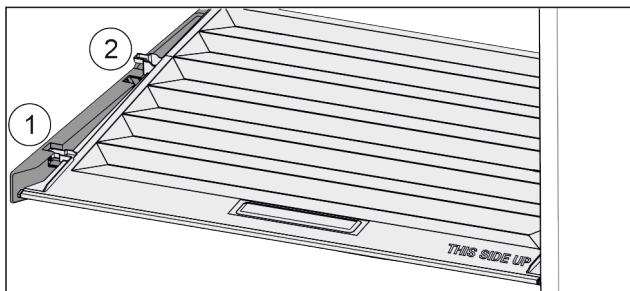

Fig. 54
- ▶ Издърпайте напред Fig. 54 (1) капака до отвора в задържащите части.
- ▶ Повдигнете го отзад отдолу и отстранете Fig. 54 (2) нагоре.